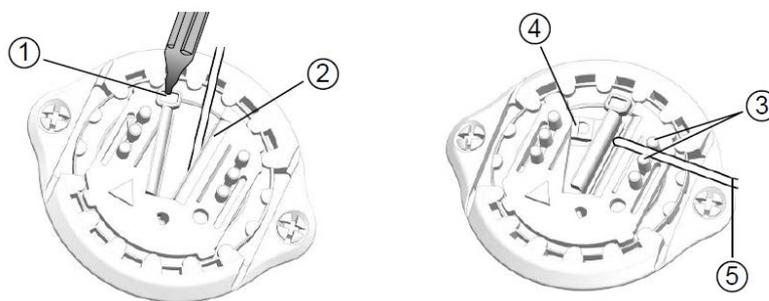

Figura 32. Cierre del mecanismo de fijación y colocación del electrodo.
2. Inserte la punta de plástico de la herramienta de inserción en la hendidura de cierre del clip de soporte (Figura 32).
5. Seleccione una ranura de salida para el electrodo y coloque el electrodo entre las patas del soporte del electrodo cerca de dicha ranura de salida (Figura 32).